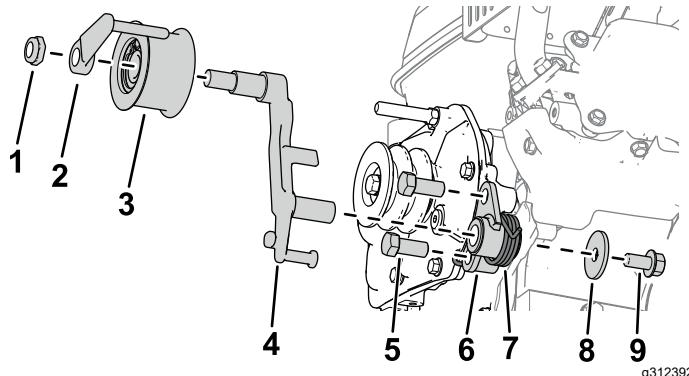

Bild 3
5. Montieren Sie die Kupplungshalterung mit zwei Schrauben (7/16" x 1") am Getriebe, wie in **Bild 3** dargestellt.
6. Befestigen Sie den Kupplungshebel an der Kupplungshalterung (**Bild 3**).
7. Befestigen Sie die Drehmomentfeder mit einer Unterlegscheibe ($\frac{3}{8}$ " x $1\frac{1}{8}$ ") und einer Schraube ($\frac{3}{8}$ " x $\frac{3}{4}$ ") an der Kupplungshalterung, wie in **Bild 3** dargestellt.
8. Montieren Sie die Spannscheibe mit einer Riemenführung und einer Sechskantmutter am Kupplungshebel (**Bild 3**).